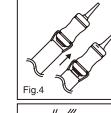

Fig.4
- Coloque inmediatamente la cápsula en el GC Capsule Applier y haga click una vez con la palanca (Fig. 4). Ahora la cápsula está activada.
- Placer immédiatement la capsule dans l'applicateur de capsule et actionner la gâchette une première fois (fig. 4). La capsule est alors activée.
c) Coloque imediatamente a cápsula num Aplicador de Cápsula GC metálico e clique a alavanca uma vez (Fig. 4). A cápsula é activada.